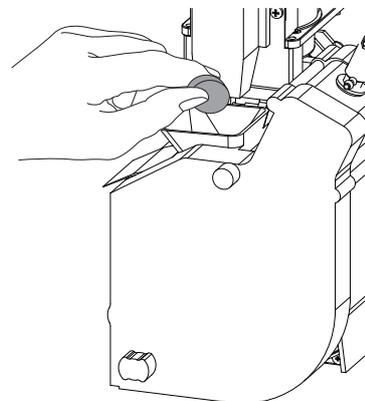

Bild 4-8
11. Bringen Sie das Reinigungsmittel in die Brühgruppe ein, (siehe Bild 4-8).